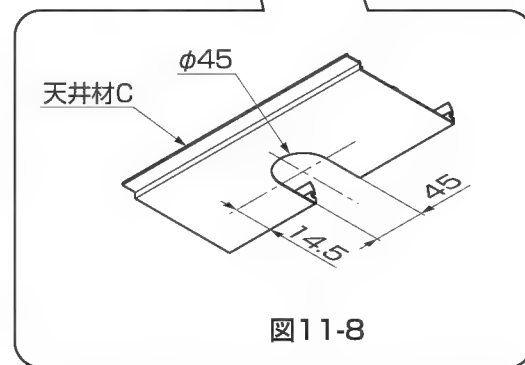

図11-8
- ②アタッチメントパッキンを雨樋アタッチメントに貼付けて樋に【6-1】で取付けてください。
③天井材Cの縦樋がつく位置を確定し、切欠きを現場加工してください。(図11-8参照)
④天井材を取付けてください。